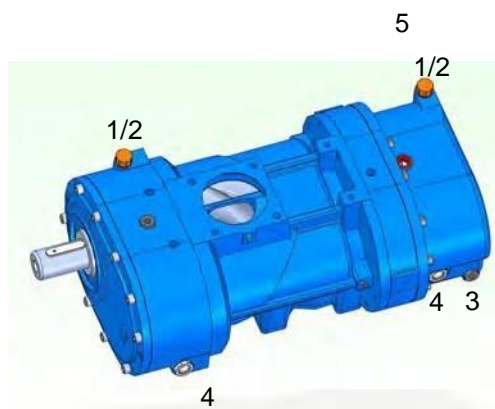

Рис. 61: Ступень компрессора
5. ➤ Отвинтите шланг от пробки для слива масла (Рис. 61/3) и соберите масло в сборный контейнер.
7. ➤ Снова затяните шланг с помощью винтов для слива масла (Рис. 61/3) (момент затяжки см. В Моменты затяжки, стр. 110)